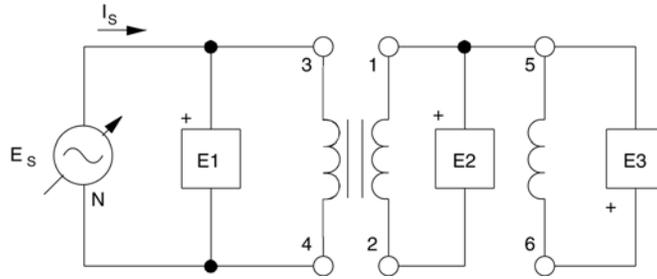

Figure 7-8. Enroulements d'un transformateur raccordés en série.
- 5. Montez le transformateur de la figure 7-8 et raccordez les bornes 1 et 5 tel qu'illustré. Il est à remarquer que la tension d'entrée c.a. de ce circuit est raccordée à l'enroulement 3-4.